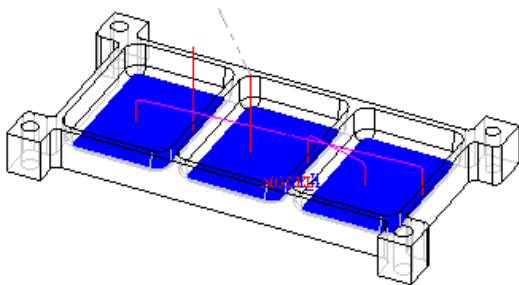

图 5-80 生成的刀具路径 (3)
6) 计算刀具路径。完成参数设置后，单击“NC Process Manager”对话框中的保存并计算按钮 ，运算当前加工程序；此时图形区显示的刀具路径如图 5-80 所示。